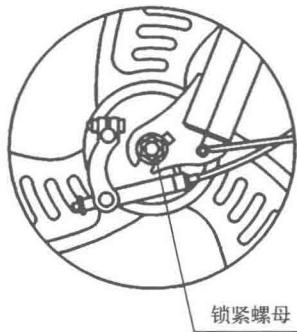

图 1-5 拆卸前轮锁紧螺母示意图
(1) 使用活动扳手或梅花扳手松开前轴两端锁紧螺母，如图 1-5 所示，顺开口方向将前轮组件从前叉上取下来。
(2) 将前轴上的左右轴挡取下，从前轴碗中抽出前轴，从轴碗中取出前轴滚珠，用干净的棉布或纸巾擦拭干净并保管好。
(3) 松开气门嘴螺母，使用气门芯扳手拧出气嘴芯，把轮胎内气体释放完。
(4) 用撬棒将外胎卡边从轮毂侧缘撬起，将卡边沿轮毂外沿抽出，即可取下外胎。
(5) 将气嘴从轮毂上推出，取下内胎。
(6) 安装前轮组件的方法是将拆卸方法反过来即可。